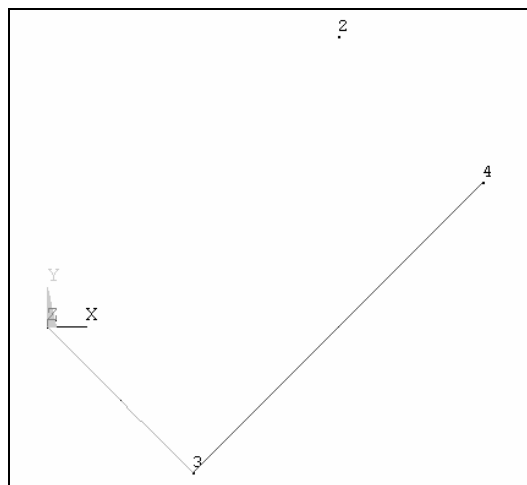

图 3-132 金属杯的母线
(10) 依次选择 Main Menu>Preprocessor>Modeling>Lines>Straight Line，弹出“Create Str...”窗口。依次单击关键点 1（位于坐标系原点处）、关键点 3、关键点 3（注意这里的确是第二次单击关键点 3，不是笔误）、关键点 4，然后单击“OK”按钮。以上建立了两条线段（见图 3-132），它们是金属杯的母线。